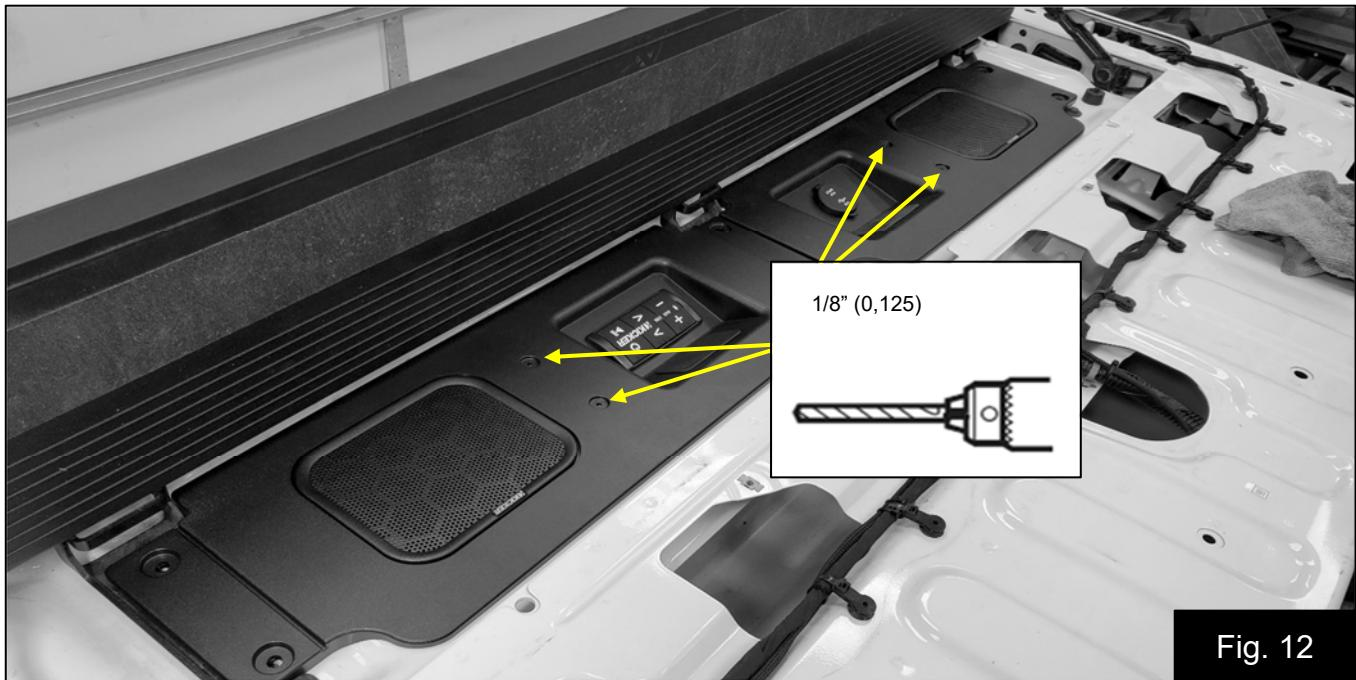

Fig. 12
18. Instale temporalmente el bafle del altavoz e instale sin apretar los seis pernos de repuesto suministrados. El bafle del lado derecho debe superponerse al bafle del lado izquierdo en el centro. Fig. 12
20. Pretaladre los cuatro orificios guía para los tornillos de rosca fina suministrados utilizando una broca de 1/8 (0,125) y luego retire los pernos y el bafle del altavoz. Fig. 12